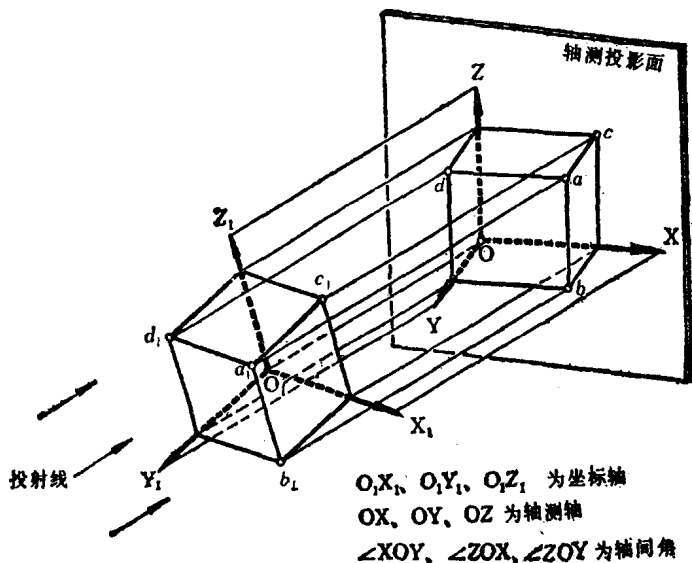

图 5 轴测投影图
将物体连同它的三个坐标轴^①一起，投在一个新的投影面上得到的。在轴测投影中，物体三个方向的面，能在一个投影图上同时反映出来（图 5）。
面，称轴测投影面，三个坐标轴在轴测投影面上的投影，称轴测轴，三个轴测轴间的夹角，称轴间角（图 5）。